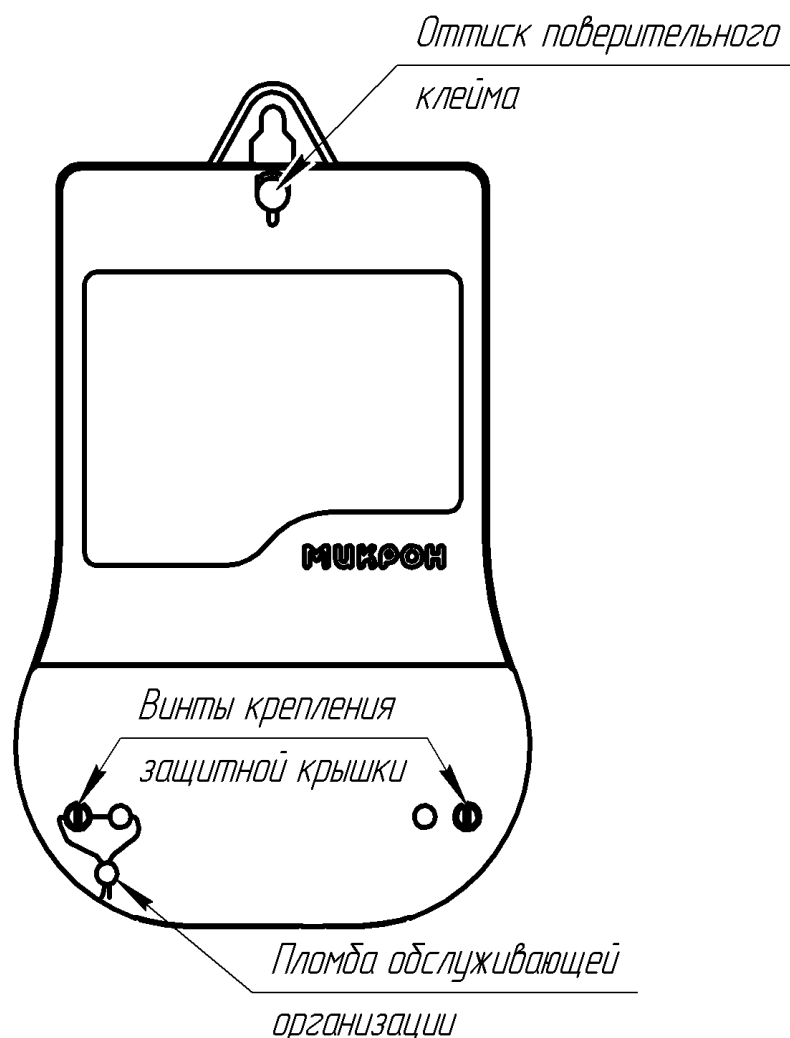
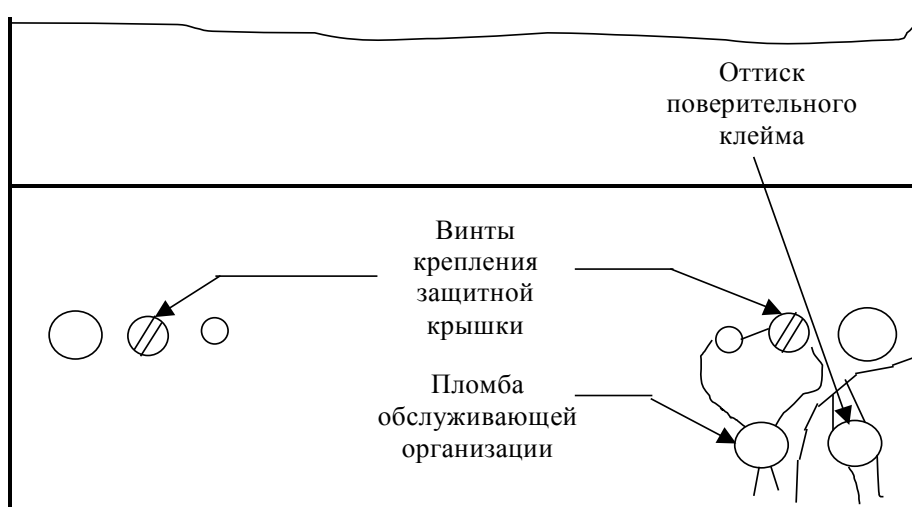

Рисунок 1 – Пломбирование счетчика СЭО-1.15.402, СЭО-1.15.402А, СЭО-1.15.502, СЭО-1.15.502А, СЭО-1.15.402/1, СЭО-1.15.402А/1, СЭО-1.15.502/1, СЭО-1.15.502А/1,
Рисунок 2 – Пломбирование счетчика СЭО-1.15.702, СЭО-1.15.702/1
5.2 Убедитесь в отсутствии видимых повреждений корпуса и защитной крышки контактной колодки, наличии и сохранности пломб (п.10.3 рисунок 1 или рисунок 2).